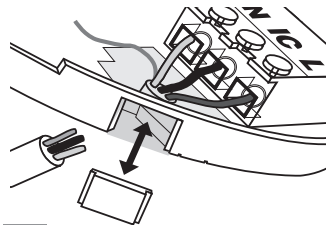

Bild 6
- (b) monteringsplattan har en löstagbar del, ta loss den och anslut en 25 mm kabelkanal såsom visas i bild 6. Om kabelkanalen är 16 mm, klipp försiktigt runt den markerade delen, så att överdelen är intakt och byt ut delen. (Om ytlig kabeldragning inte används, ska den löstagbara delen vara kvar av elsäkerhetsskäl).